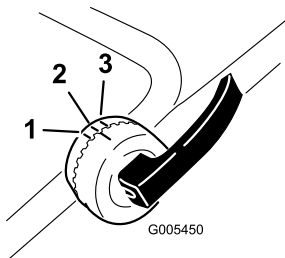

Bild 4
2. Lösen Sie die oberen Griffsperrn und drehen Sie den oberen Griff nach oben. Arretieren Sie ihn in einer für Sie komfortablen Stellung (Bild 4).
Hinweis: Sie können den oberen Griff auf die Stellung 1 bis 3 einstellen. Richten Sie die Markierung mit einer der 3 Markierungen an der Innenseite der oberen Griffarretierung aus (Bild 4).